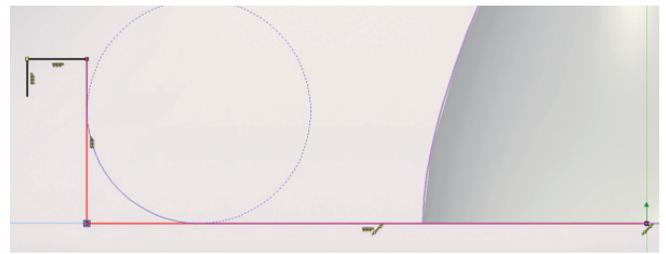

Рис. 10. Эскиз основания соковыжималки
1.6. Для создания основания соковыжималки выберем рабочую плоскость *Вид слева*. С помощью инструмента *Отрезок* от центра конуса влево отложим отрезок длиной 60 мм, затем вверх — отрезок длиной 22 мм и от конца получившейся линии отложим отрезок длиной 5 мм (рис. 10).